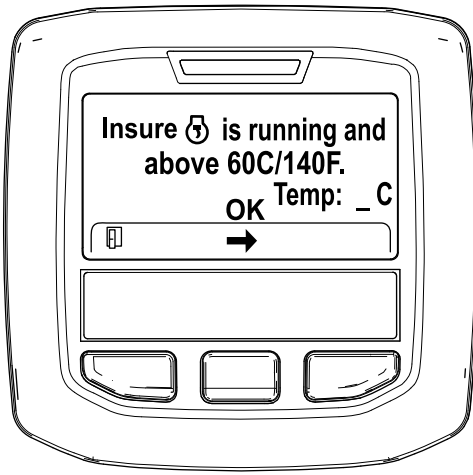

Figure 36
5. Si la température du liquide de refroidissement est inférieure à 60 °C (140 °F) le message « Insure  is running and above 60C/140F » (vérifier que \*\*\* fonctionne et est supérieure à 60 °C/140 °F) s'affiche (Figure 36).